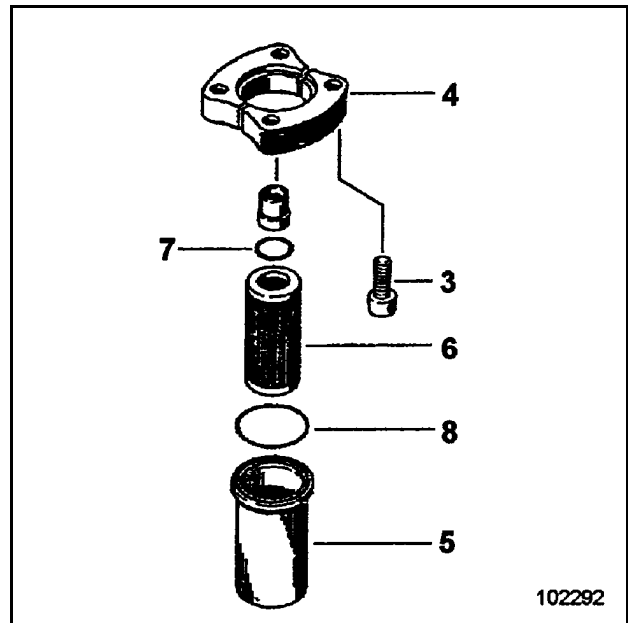

Fig. 3-71:
- Soltar la brida (4, Fig. 3-71:).
- Sacar el elemento filtrante (6) de la caja (5).
- Insertar el elemento filtrante nuevo en la caja de filtro (5) y montarlo con un anillo de obturación nuevo y ligeramente lubricado (8) en la cabeza de filtro.
- Insertar el elementos filtrante nuevo (6, Fig. 3-71:) y montarlo con un anillo de obturación nuevo y ligeramente lubricado (7).